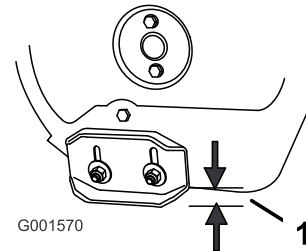

Рисунок 42
2. Ослабьте затяжку гаек, крепящих оба полоза к боковинам шнека, так, чтобы шнек мог легко перемещаться вверх и вниз (Рисунок 42).